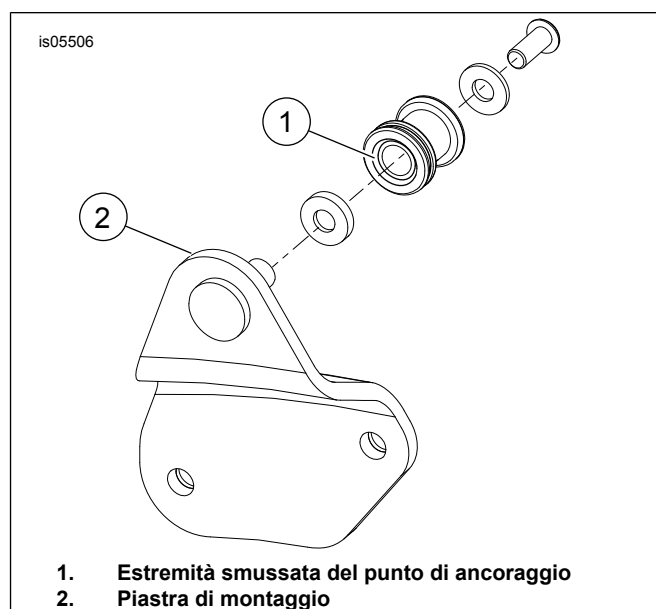

Figura 1. Installazione del punto di ancoraggio
2. Vedere Figura 1. Il punto di ancoraggio deve essere fissato alla piastra di ancoraggio (2) con l'estremità smussata (1) rivolta verso la piastra e la parte piatta rivolta verso l'esterno.